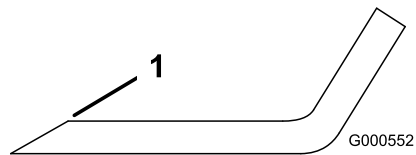

Figura 54
1. Utilice una lima para afilar el filo de corte en ambos extremos de la cuchilla (Figura 54).
Nota: Si la cuchilla no está equilibrada, rebaje algo el metal en la parte de la vela solamente (Figura 54).